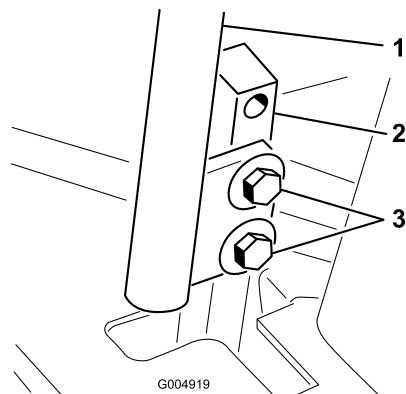

Figura 67
3. Solte os parafusos que prendem as alavancas de controlo (Figura 67)